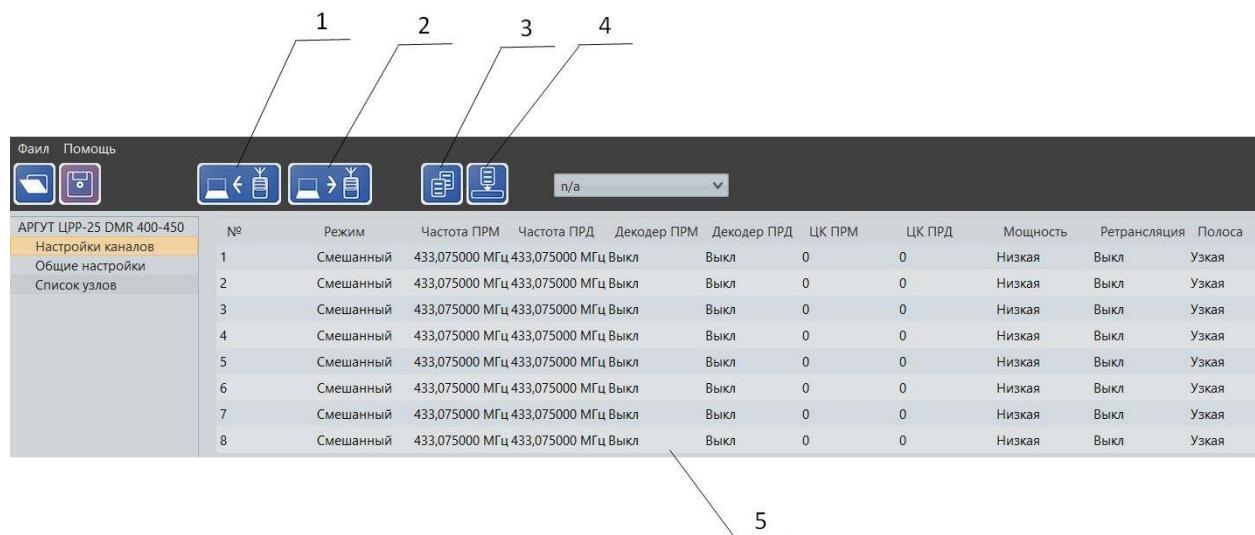

Рис. 4. Окно настройки каналов
Перед началом конфигурирования считайте настройки из памяти радиоретранслятора. Для этого нажмите программную кнопку «Прочитать из станции» (1) (см. рисунок 4). По окончании конфигурирования запишите новые настройки в память радиоретранслятора. Для этого нажмите программную кнопку «Записать в станцию» (2).
После изменения настроек в приложении Аргут CS, запишите новые настройки в память радиоретранслятора. Для этого нажмите программную кнопку «Записать в станцию» (2) (см. рисунок 4). Если этого не сделать, после закрытия приложения Аргут CS сделанные изменения не сохранятся.